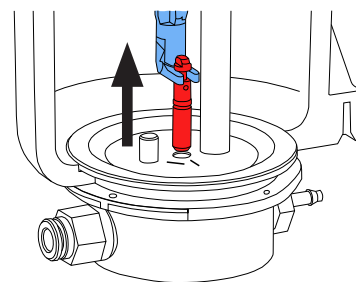

Abb. 12
- ⇒ Dosierdüse mit Werkzeug fassen und nach oben herausziehen (Abb. 12).